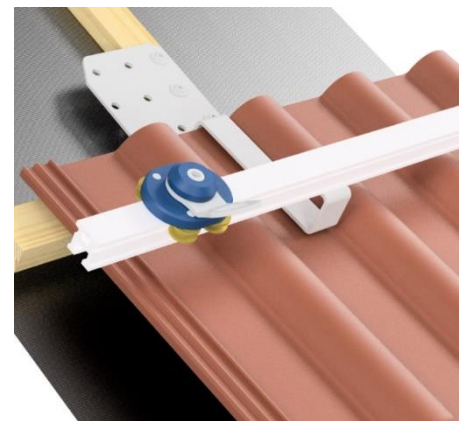

Abb. 1
a) Halter **SD-Z II** (Ziegeldach) : siehe Abb. 1